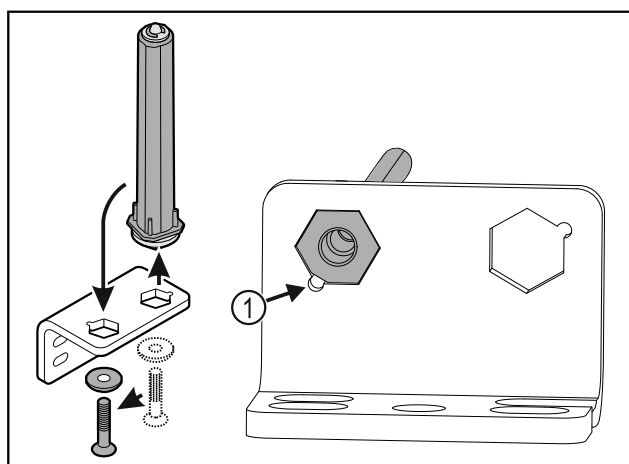

Fig. 27
- Verificare che durante l'inserimento lo smusso del perno Fig. 27 (1) sia rivolto verso il foro circolare.